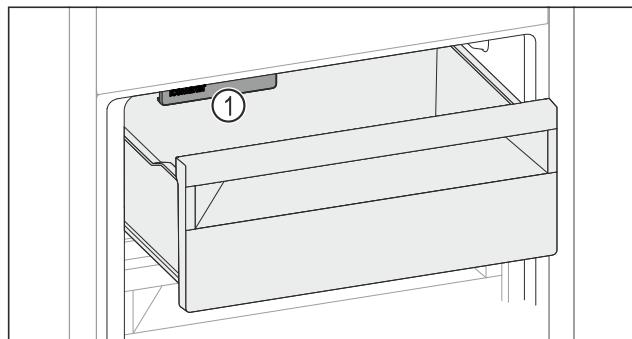

Fig. 155
- Учитывайте IceMaker Fig. 155 (1).